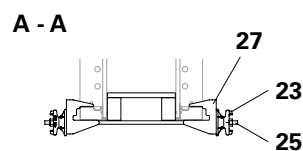

Fig. C10.08a
– Positionneur d'ancrage-2 AH avec barre de serrage (25) et plaque-écrou orientable (23). (Fig. C10.08a)